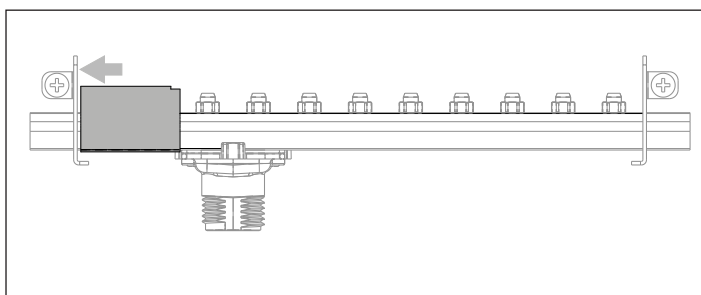

Fig. 13 - Posizionamento piastrina
- Per trasformazioni a GPL posizionare la piastrina sul collettore come indicato in fig. 13